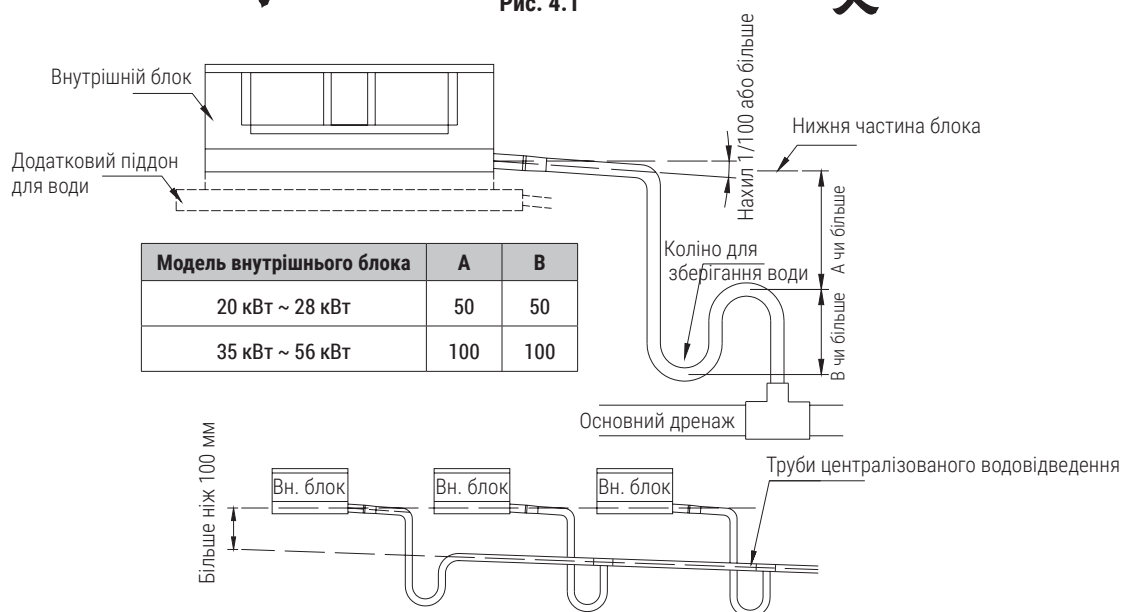

Рис. 4.2
- Якщо ви встановлюєте трубу для дренажу централізовано, дивіться рисунок 4.2 для трубопроводів.